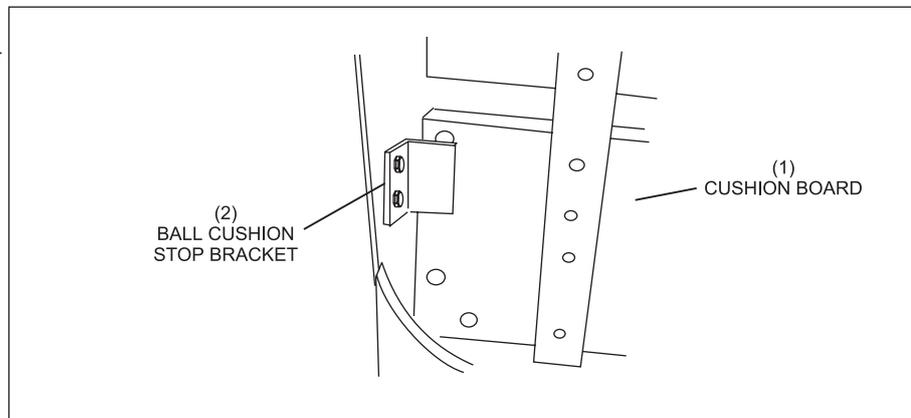

Figure 5-10. Support de butée de coussinet de boule.
- a. La butée de coussinet de boule est attachée à la protection de propulseur de boule. Tirez le coussinet et positionnez le mécanisme d'encastrement d'arrêt contre le panneau. Reportez-vous à la *Figure 5-10*.
- (1) PANNEAU DE COUSSINET
- (2) SUPPORT DE BUTÉE DE COUSSINET DE BOULE